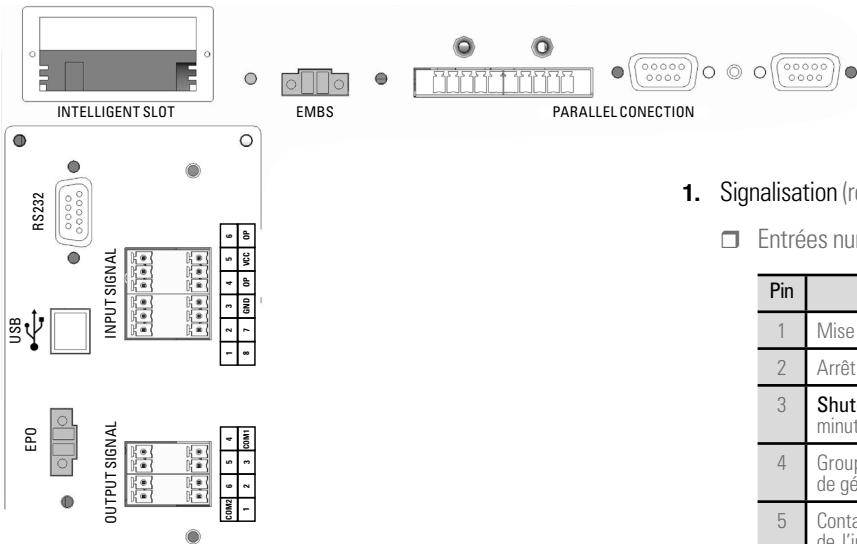
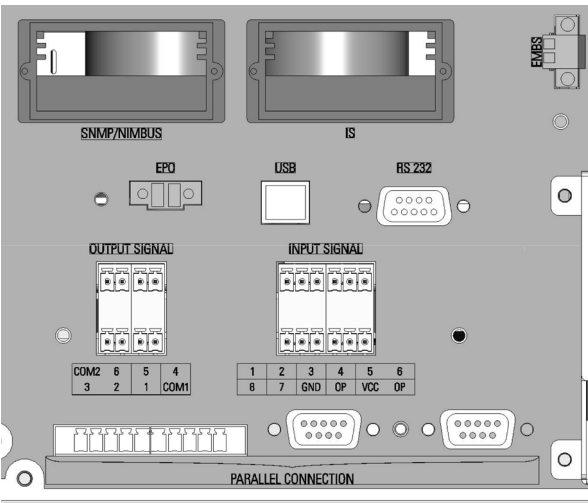

Fig. 19. Détail de l'interface externe et communications équipements version tour.
Fig. 20. Détail de l'interface externe et communications équipements version rack.
L'interface de l'équipement avec l'extérieur comprend différents signaux dédiés d'entrée et de sortie, et différents ports et logements de communication, comme l'illustre les Fig. 19 y Fig. 20:
- Ports parallèle (voir Parallel Connection Fig. 19)
Le commutateur de bypass manuel de l'équipement (**Q5**) dispose d'un microinterrupteur situé derrière son blocage mécanique. Ce contact normalement ouvert s'étend jusqu'à une réglette à deux bornes (**EMBS**) située derrière l'équipement (voir Fig. 19 et Fig. 24) et est connecté en interne à la commande même de l'onduleur.
L'onduleur dispose de deux terminaux pour l'installation d'un bouton externe d'arrêt d'urgence de sortie (EPO) (Fig. 19).